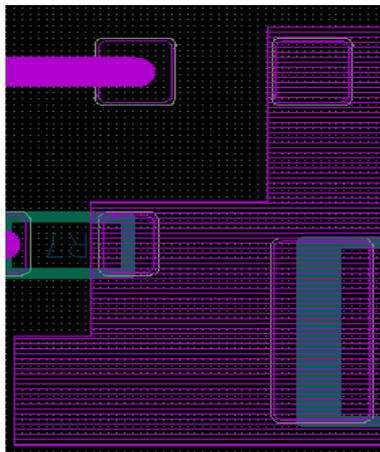

图 9-14 合并后的铜皮
- (6) 选择 Shape|Merge Shapes 命令。
(7) 分别单击刚刚绘制的 3 块铜皮，合并为一块完整的铜皮。边界保持不变，合并后的铜皮如图 9-14 所示。